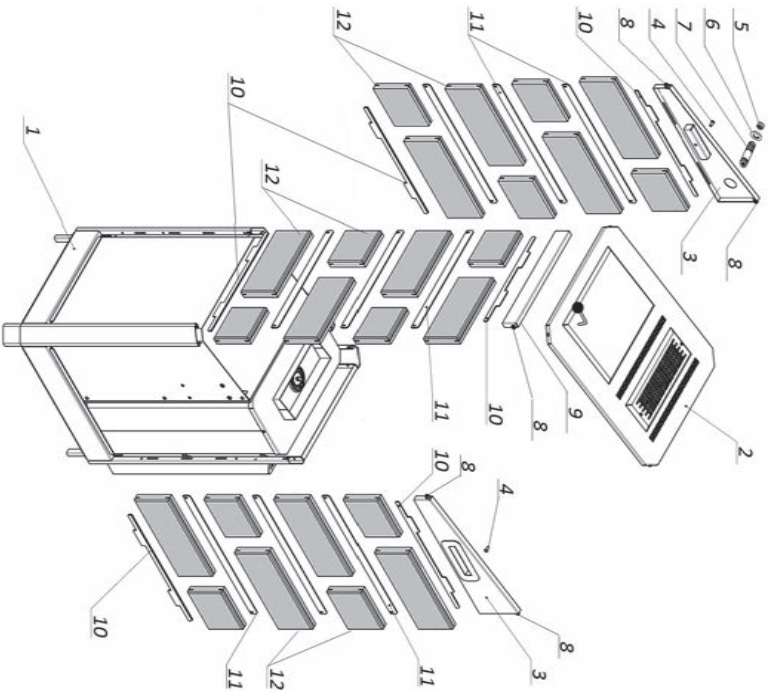
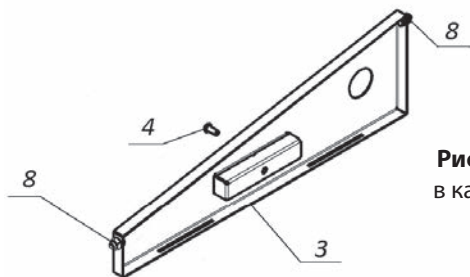

Рис. 9 Схема сборки каменной облицовки Паротермальной электрической печи «ПАРИЖАР-6,25 кВт». Облицовка печей другой мощности собирается по аналогии
Рис. 10 Боковая стенка корпуса ЭНУ
2.1.3.1 Внимание! Прежде чем устанавливать каменную облицовку необходимо подключить электрическую печь к электрической и водопроводной сетям выполнив пункты 2.1.1 и 2.1.2 данного Руководства. Установить печь на место её эксплуатации. Схема сборки каменной облицовки представлена на рис. 9.
2.1.3.2 Распаковать и рассортировать по длинам каменные плитки (поз. 12, рис. 9) и металлические вставки (поз. 10 и 11, рис. 9) на переднюю и боковые стенки ЭНУ.
2.1.3.3 Снять верхнюю крышку (поз. 2, рис. 9). Для этого открутить 4 самонарезных винта на угловых торцах крышки. Отвернуть пробку (поз. 5, рис. 9) и декоративную гайку (поз. 6, рис. 9), после этого выкрутить шуруры отбора пара (поз. 7, рис. 9). Выкрутить из боковых ручек винты (поз. 4, рис. 9, рис. 10). Во внутренней полости уголков корпуса ЭНУ ослабить гайки крепления (поз. 8, рис. 9, рис. 10) передней (поз. 9, рис. 9) и боковых (поз. 3, рис. 9, рис. 10) стенок. Потянув вверх снять боковые и переднюю стенки.
2.1.3.4 Установить металлические вставки с выступами (поз. 10, рис. 9) на панели основания (поз. 1, рис. 9) совместив выступающие части планок с вырезами в панелях. Установить каменные плитки (поз. 12, рис. 9) первого ряда со всех трёх сторон, надев плитку прорезью на вставку (поз. 10, рис. 9). В прорези установленных плиток вложить металлические вставки (поз. 11, рис. 9) и установить второй ряд плиток. Следующие ряды каменных плиток устанавливаются аналогично. После установки последнего (верхнего) ряда плиток в их прорези укладываются металлические вставки с выступами (поз. 10, рис. 9). Схемы установки декоративных, каменных плит показаны на рисунке 11.
2.1.3.5 Установить боковые (поз. 3, рис. 9, рис. 10) и переднюю (поз. 9, рис. 9) стенку совместив выступы металлических вставок (поз. 10, рис. 9) с прорезями в нижних гранях стенок. Затянуть гайки крепления (поз. 8, рис. 9, рис. 10). Завернуть винты (поз. 4, рис. 9, рис. 10) в ручки боковых стенок.
2.1.3.6 Используя ленту Фум ввернуть в парогенератор штуцер отбора пара (поз. 7, рис. 9). На штуцер установить декоративную гайку (поз. 6, рис. 9), после этого навернуть пробку (поз. 5, рис. 9).
2.1.3.7 Установить и закрепить саморезами верхнюю крышку (поз. 2, рис. 9).